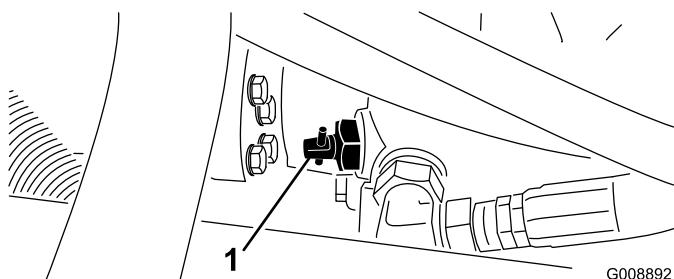

Рисунок 42
- Найдите перепускной клапан на насосе (Рисунок 42) и поверните его на 90°.